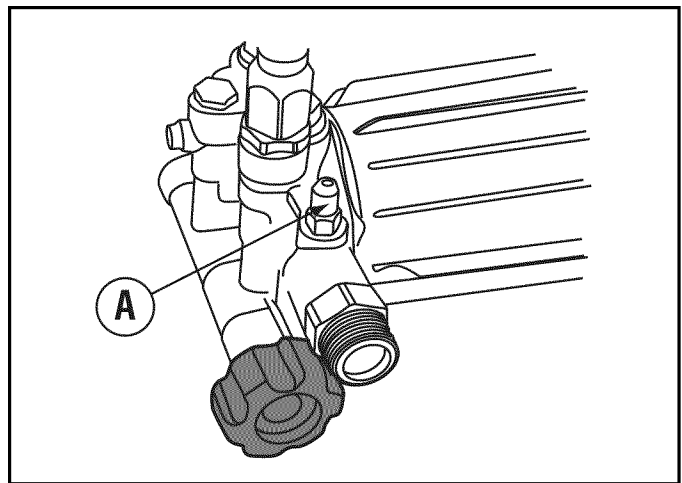

Figura 4-8. Ubicación del tubo de sifón
8. Fije el tubo de sifón en la ubicación A (Figura 4-8).